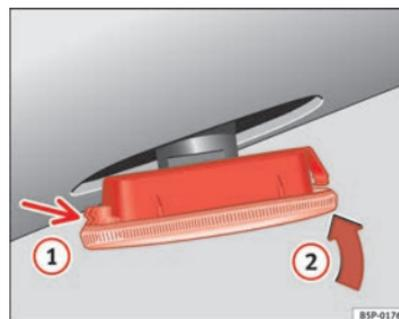

Fig. 147 Indicadores de mudança de direcção laterais
- Coloque o indicador de mudança de direcção em primeiro lugar no orifício da carroçaria, encaixando as patilhas ① ⇒ página 230, fig. 147, e em seguida, encaixe a lâmpada da forma indicada pela seta ② ⇒ página 230, fig. 147. ■